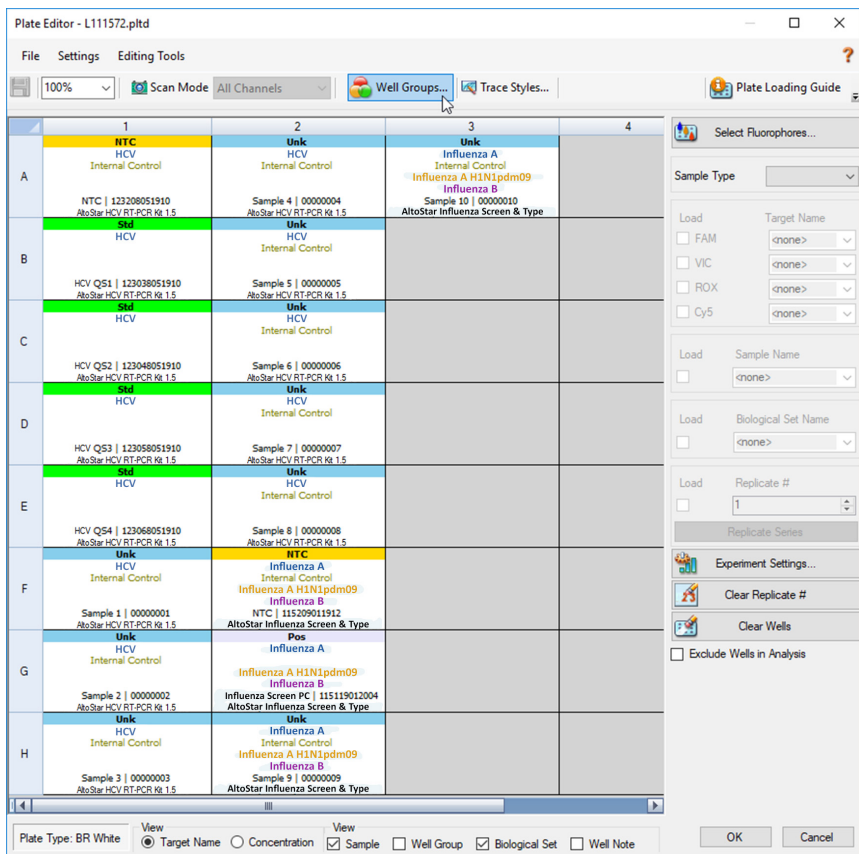

Figura 1: Caixa de diálogo Plate Editor (Editor de Placas)
1. Na janela Data Analysis (Análise de Dados), clique no botão **Plate Setup** (Configuração da Placa) na barra de ferramentas e selecione **View/Edit Plate** (Ver/Editar Placa). É apresentada a caixa de diálogo Plate Editor (Editor de Placas) (consulte a figura 1).